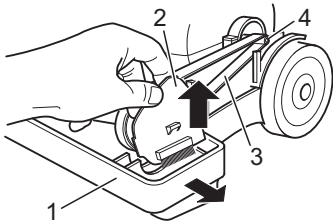
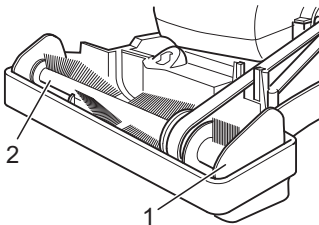

Abb. 30
Abb. 31
9. Ziehen Sie das Gehäuse (Abb. 30/1) leicht nach außen und heben Sie die rechte Seite der Bürstenwalze an (Abb. 30/2). Heben Sie dann die Bürstenwalze aus dem Bürstenfuß.
10. Heben Sie den Keilriemen (Abb. 30/3) zunächst von der Antriebsachse (Abb. 30/4) und danach von der Bürstenwalze (Abb. 30/2).
12. Montieren Sie den neuen Keilriemen (Bestellnummer, \triangleright Kapitel 9, „Ersatzteile“). Schieben Sie ihn erst über die Antriebsachse (Abb. 30/4) und danach über die Riemenführung der Bürstenwalze (Abb. 31/1).
13. Setzen Sie die Bürstenwalze wieder ein, zunächst die linke Seite (Abb. 31/2) und dann die rechte (Abb. 31/1).